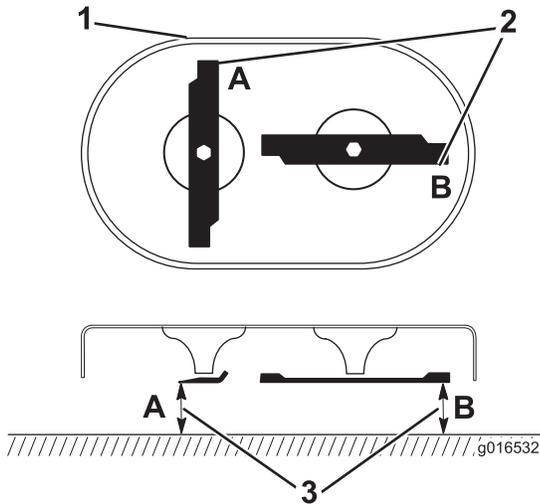

Figure 42
1. Tournez les lames à la position indiquée à la Figure 42.
2. Mesurez la distance entre une surface plane et le tranchant aux points **A** et **B**, (Figure 42), et notez les deux dimensions.
3. Faites tourner les points de sorte que leurs extrémités opposées soient aux points **A** et **B** (Figure 42).